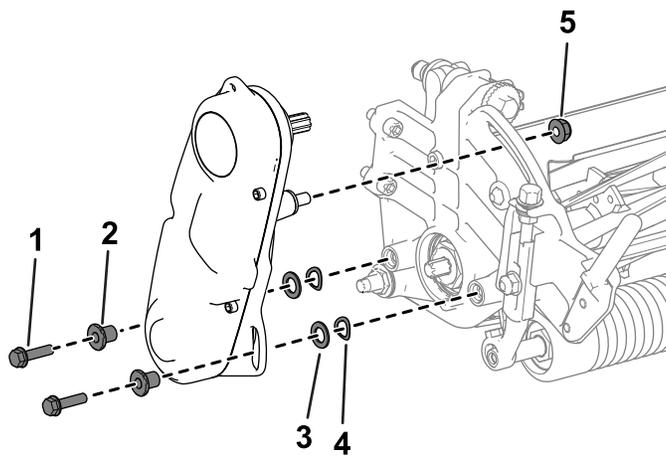

Bild 43
2. Entfernen Sie die Befestigungsmittel, mit denen die Spindeltriebsbaugruppe an der Seitenplatte befestigt ist (Bild 43).
3. Entfernen Sie die Spindeltriebsbaugruppe, Flachscheiben, Federscheiben und Distanzstücke von der Seitenplatte (Bild 43).